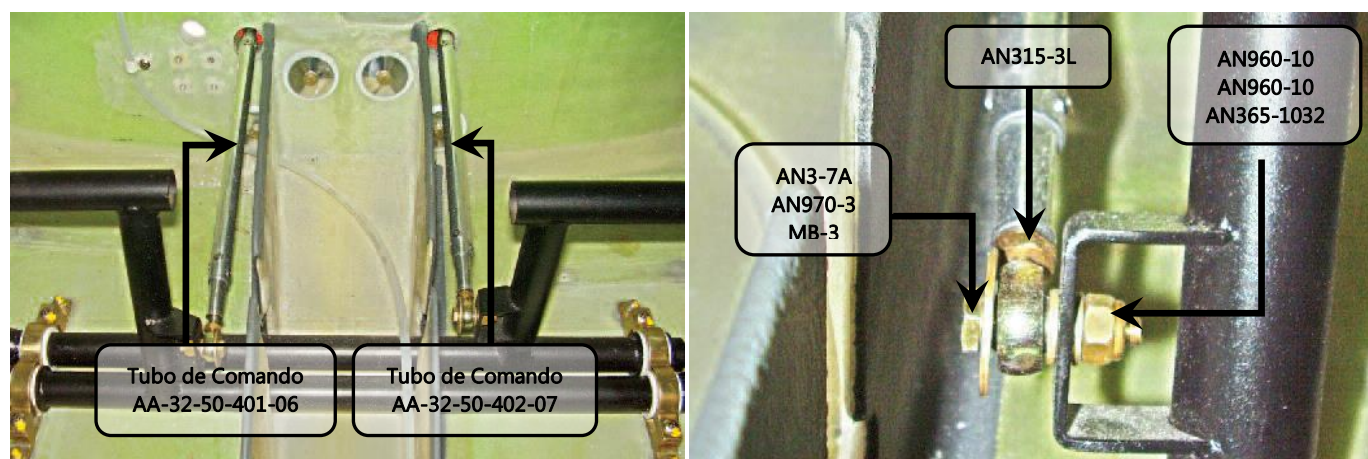

Figura 32.50.2 – Tubos de Comando da Bequilha
32. Instalar os tubos de comando da bequilha AA-32-50-401-06 e AA-32-50-402-07 entre os pedais de comando do leme, conforme mostrado na figura 32.50.2.